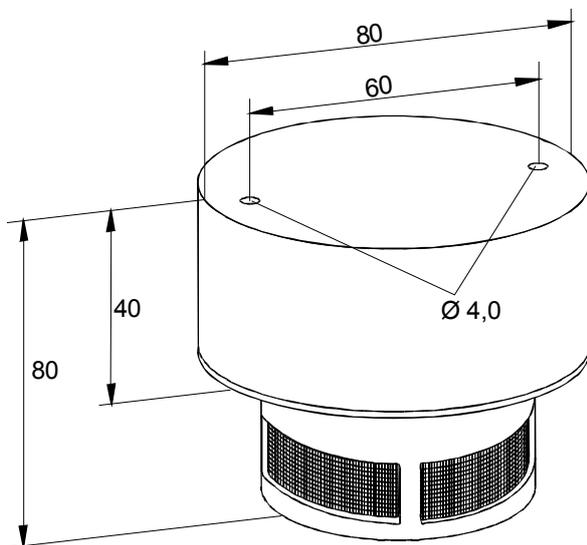

Fig. 2: Cotes
- Montez le socle au plafond à l'aide du matériel de montage fourni (cotes: voir figure 2)
Dimensions	: voir figure 2